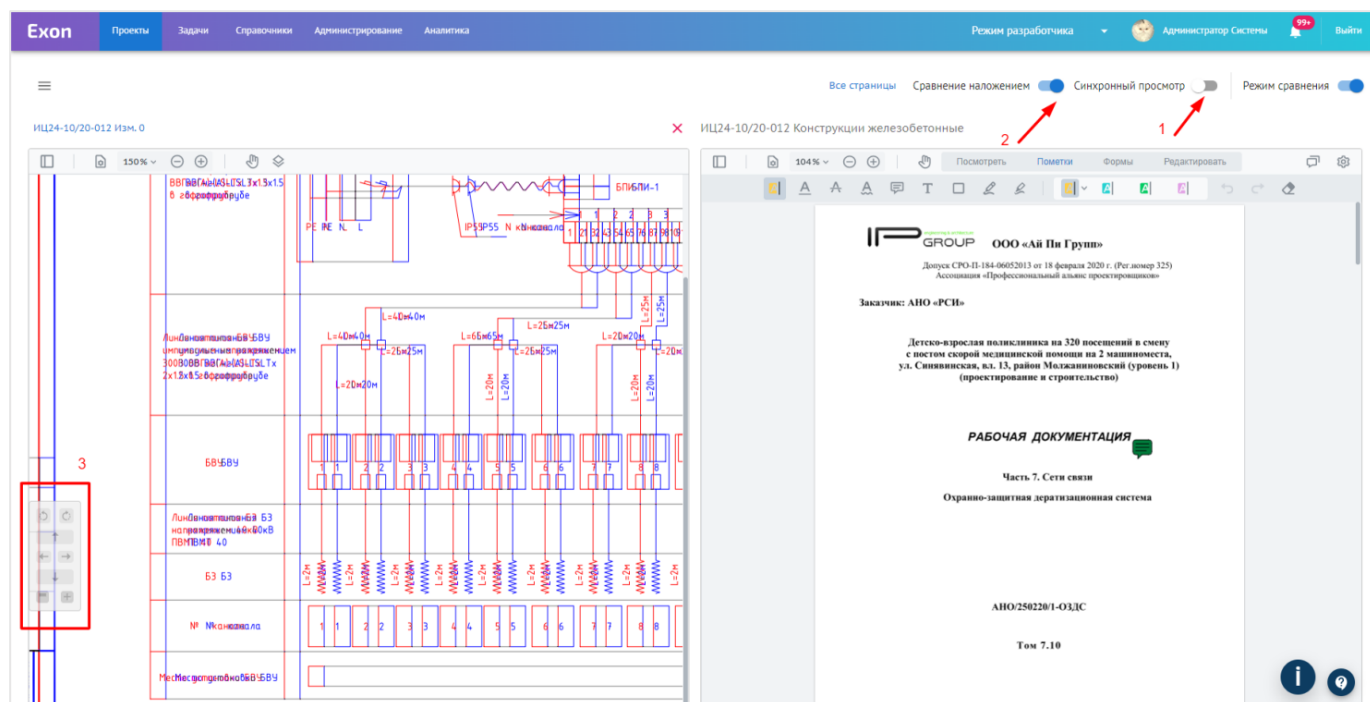

Рис. 38 - Сравнение наложением
находится в правом окне. С помощью пульта (3), расположенного в левом нижнем углу версии, можно перемещать относительно друг друга (рис. 38).